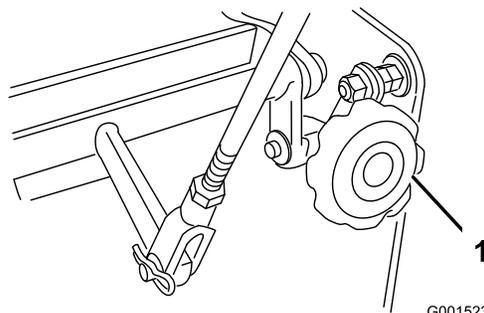

**Figura 37**
5. Disinserite e inserite il blocco in folle verificando che il pneumatico non ruoti (Figura 37). Continuate questa procedura fino a quando il pneumatico non gira più.